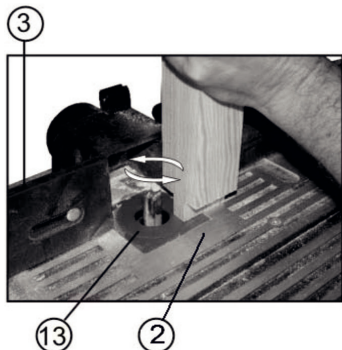

Рис. 11
При использовании фрезы диаметром менее 45 мм устанавливайте понижающее кольцо (13), Рис. 11. Это необходимо для того, чтобы предельно уменьшить зазор между фрезой и опорной плитой.
Фрезерование шипов (Рис. 11)
Удерживайте обеими руками заготовку и прижимая ее к направляющей (3) и опорной плите (2), Рис.11, плавно перемещайте заготовку к фрезе.